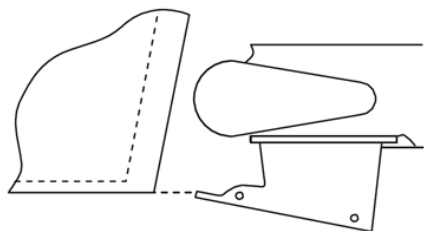

Рис. 7 Установка на лодку с плоским дном
2. Установите подвешной лодочный мотор на транце лодки на такой высоте, чтобы передняя кромка корпуса водозаборника находилась на одной линии с днищем лодки (Рис. 7).